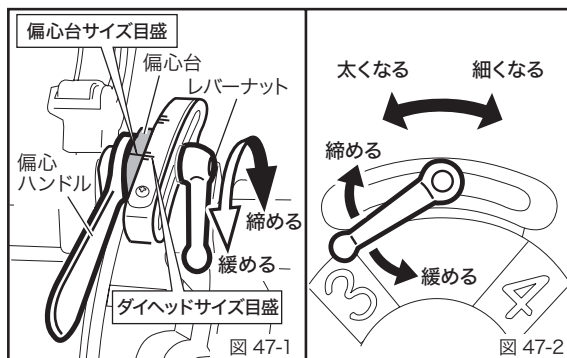
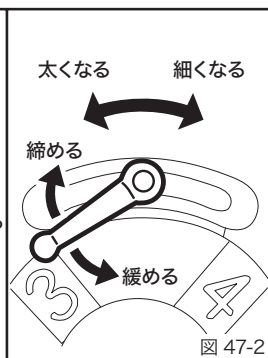

図 47-1
図 47-2
- ① ねじ切り寸法を合わせる時には、偏心ハンドルを必ず手前に倒してから、ダイヘッドのねじ切りサイズ寸法と偏心台の目盛りを合わせてください。(図 47-1)
- ② レバーナットは手でしっかり締めるだけで充分です。ハンマー等で叩き締める必要はありません。
- ③ 太め、細めのねじを切るには、偏心台の目盛りをサイズ目盛りの線より手前にずらして合わせると太く、反対に向側にずらして合わせると細く切れます。(図 47-2)